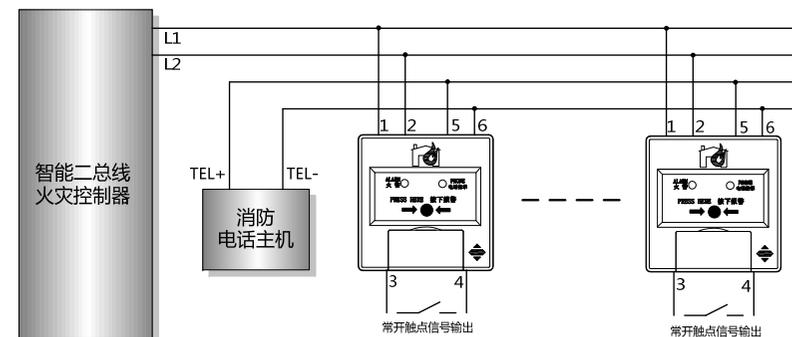

图 4
3. 扩展使用 功能及接线示意图如图 4 所示：
端（如图 4 所示）闭合。手报报警后，火警指示灯将常亮。